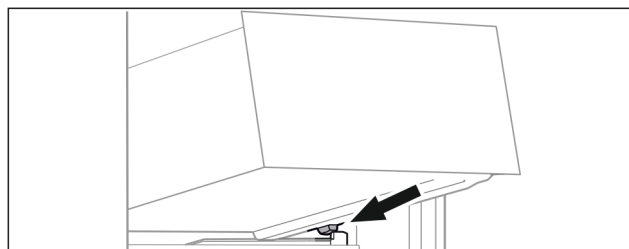

Fig. 132
- Nasadte zásuvku šikmo za zarážky na žebrování na nádoby. (viz Fig. 132)